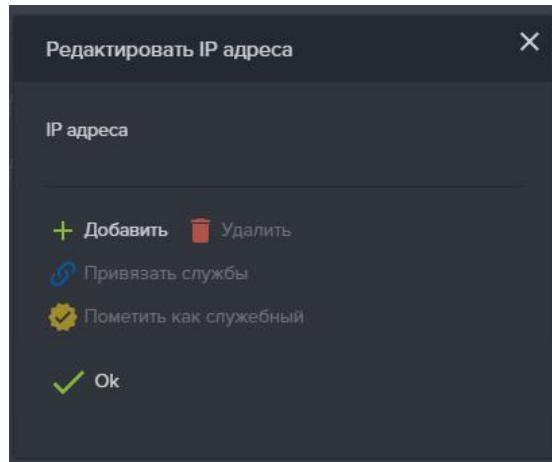

Рисунок 19 – Окно редактирования IP адреса
3. Нажмите кнопку «**Редактировать адреса**», откроется окно «Редактировать IP адреса» (см. Рисунок 19).